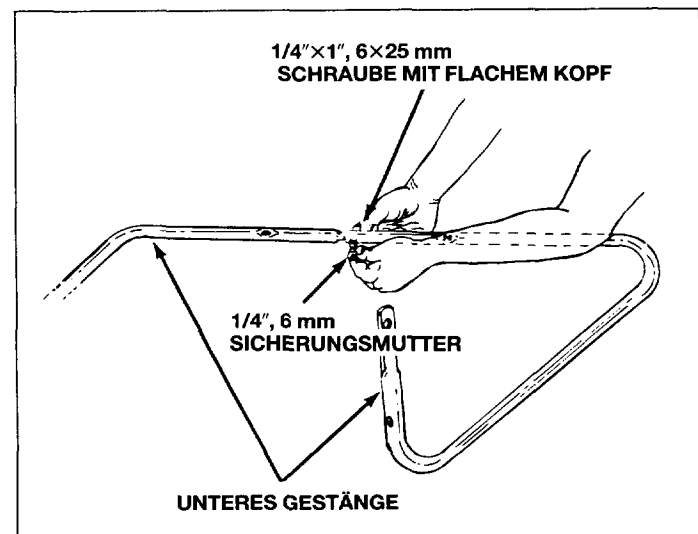

Bild 16
5. Die beiden unteren Gestänge wie in Bild 16 gezeigt montieren. Mittels Gewindebolzen 6×25 mm (1/4" 1") und Sicherungsmutter 6 mm (1/4") befestigen. Siehe Bild 16.